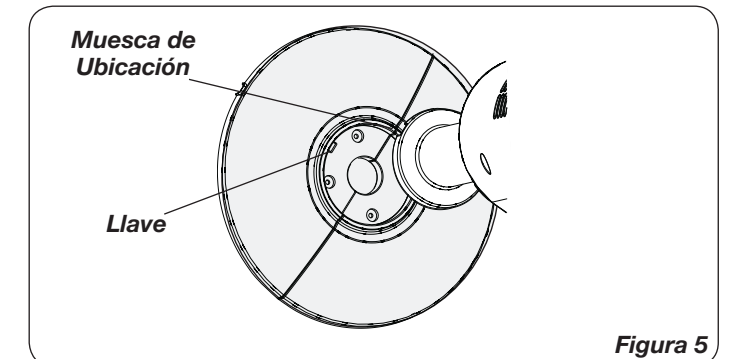
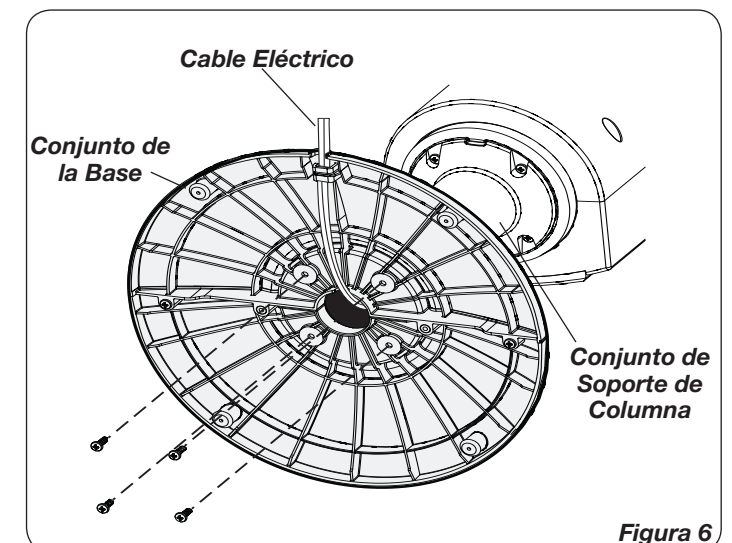

Figura 5
Figura 6
5. Alinee el **Conjunto de la Base** con el **Conjunto de Soporte de Columna**. Cerciórese de que la **Muesca de Ubicación** en el **Conjunto de Soporte de Columna** quede alineada con la **Llave** en el **Conjunto de la Base** (Figura 5). Una el **Conjunto de la Base** al **Conjunto de Soporte de Columna** con (4) tornillos M5 X 13 mm. Jale suavemente el **Cable Eléctrico** para que no quede holgado, y colóquelo en el **Canal Para Cable** del **Conjunto de la Base**. (Figura 6)